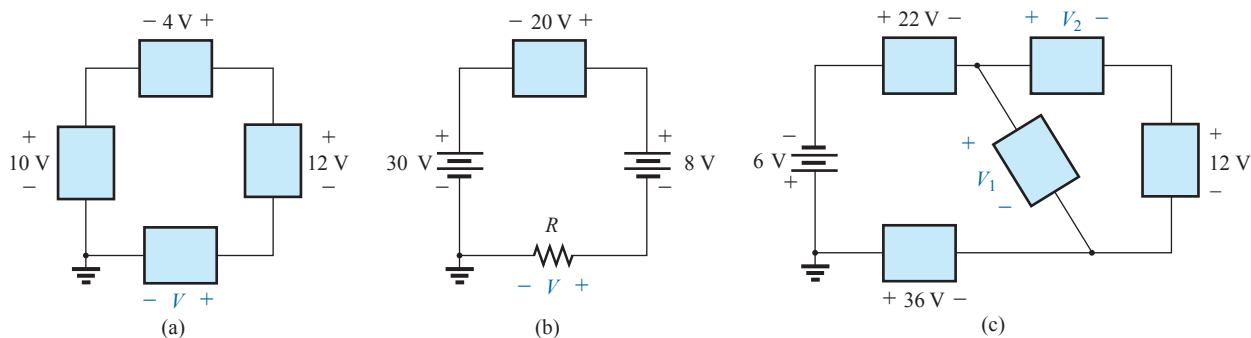

Figura 5.105 Problema 21.
- 21. Usando a lei de Kirchhoff para tensões, descubra as tensões desconhecidas para os circuitos na Figura 5.105.